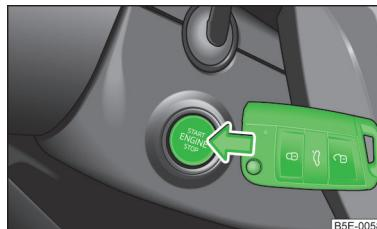

Fig. 117
- Pulse el botón de arranque directamente con la llave » fig. 117
Al arrancar el motor la llave con el paletón debe indicar hacia el botón de arranque » fig. 117.